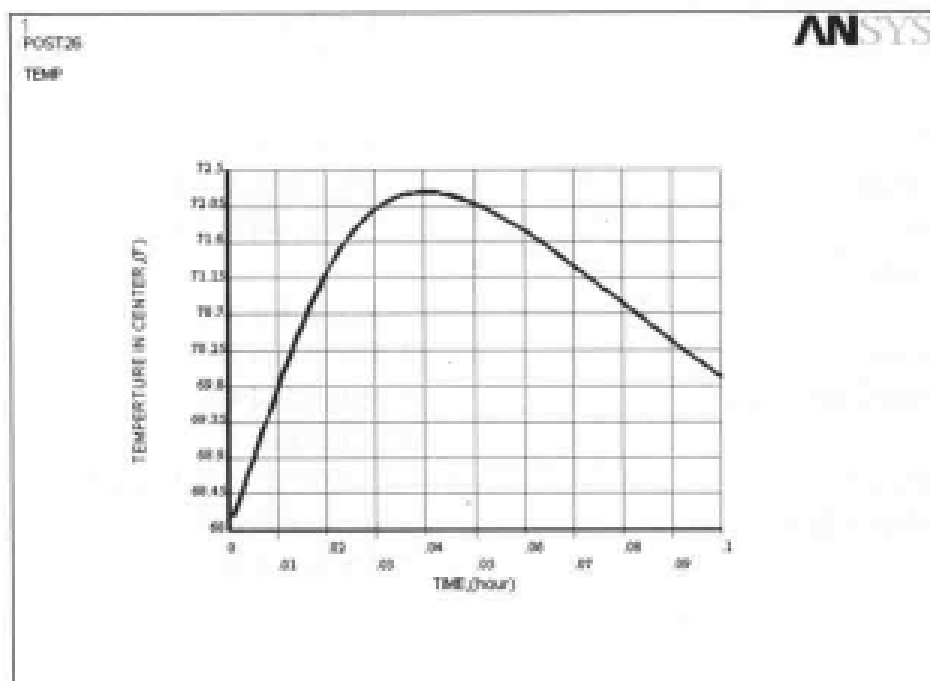

图 10-52 平板中心点温度随时间的变化关系曲线图
(7) 单击 Defined Time-History Variables 对话框中的 Close 按钮关闭该对话框。
(8) 选择 Main Menu | TimeHist Postpro | Graph Variables 命令, 出现 Graph Time-History Variables 对话框, 在 NAVR1 1st variable to graph 文本框中输入 2, 单击 OK 按钮, ANSYS 显示窗口将显示平板中心温度随时间的变化关系曲线图, 如图 10-52 所示。